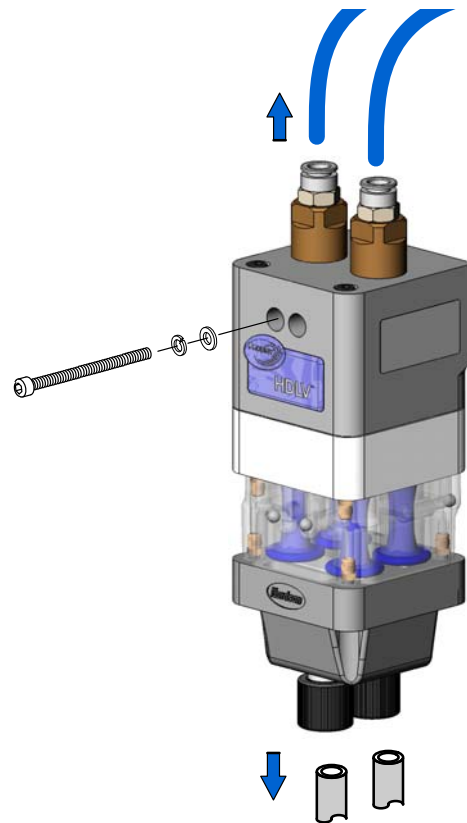

Figura 9 Preparación para el desmontaje
1. Ver la figura 9. Desconectar las líneas de aire de purga desde la parte superior de la bomba.